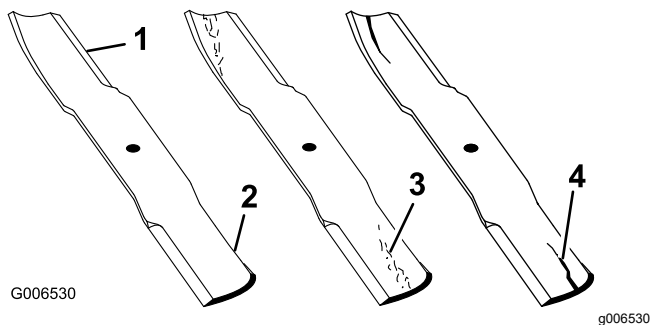

Figura 107
- Inspecione as extremidades de corte (Figura 107).
- Se verificar quaisquer fissuras, desgaste, ou a formação de ranhuras nesta área instale imediatamente uma lâmina nova (Figura 107).